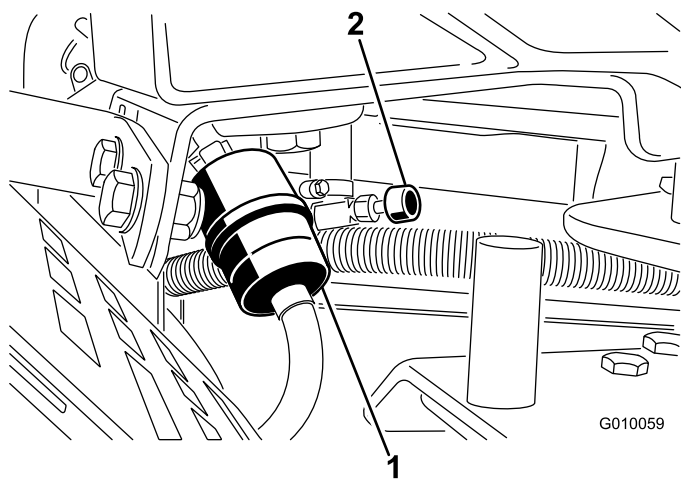

Figure 50
2. Fermez le robinet d'arrivée de carburant (Figure 50).
3. Pincez les extrémités des colliers et éloignez les colliers du filtre (Figure 50).
5. Posez un filtre neuf et rapprochez les colliers de fixation du filtre (Figure 50).
7. Ouvrez le robinet d'arrivée de carburant (Figure 50).
3. Desserrez le collier de serrage au niveau du filtre à carburant et éloignez-le du filtre en le poussant le long de la conduite d'alimentation (Figure 50).
4. Débranchez la conduite d'alimentation du filtre à carburant (Figure 50). Ouvrez le robinet d'arrivée de carburant et faites couler le carburant dans un bidon ou un bac de vidange.
5. Raccordez la conduite d'alimentation au filtre. Rapprochez le collier de serrage du filtre pour fixer la conduite d'alimentation (Figure 50).